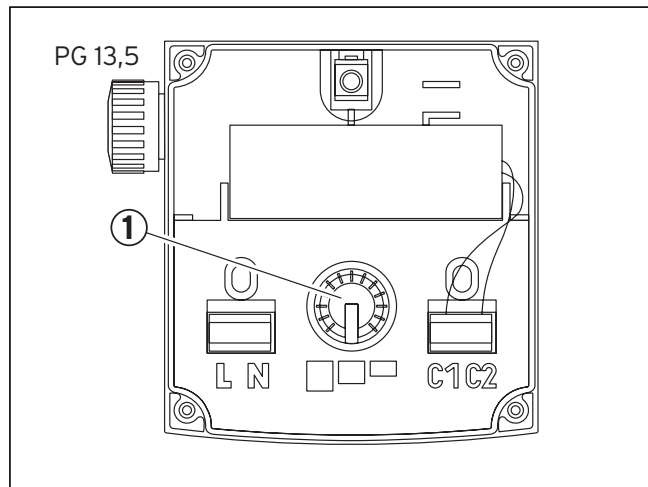

Fig. 8.2 Art.-nr. 309 442
- EM-typer: Indstil 3-trins-drejekontakten (fig. 8.2 og 8.3, pos. **1**) i klemkassen på det ønskede omdrejningstal.